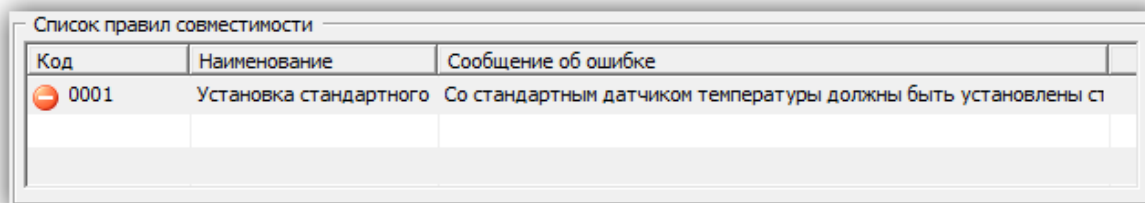

Рис. 10-210 – Список правил совместимости опционов, которые нарушены в конфигурации
12) В таблице «Конфигурация экземпляра» раскрыть дерево опционов и выбрать в наименовании каждого опциона значение для создаваемой конфигурации или параметр «Установлено» / «Не установлено». Пример выбора значения опциона «Клапан запорный» показан на рис. 10-210.